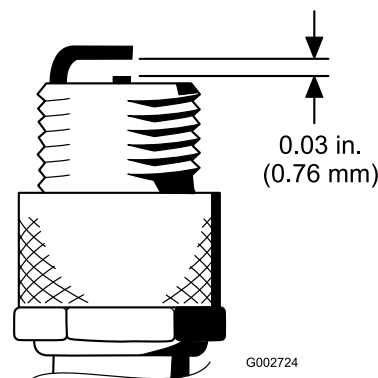

Figura 44
4. Ajuste a folga existente entre a zona central e lateral do eléctrodo para 0,76 mm (Figura 44).